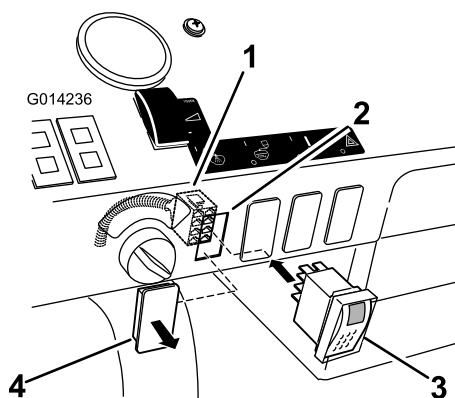

Figura 30
1. Individuate il tappo dell'interruttore del serbatoio di lavaggio sul cruscotto (Figura 30).
2. Rimuovete il tappo dal cruscotto (Figura 30).
5. Montate l'interruttore sul connettore attraverso il cruscotto (Figura 30).